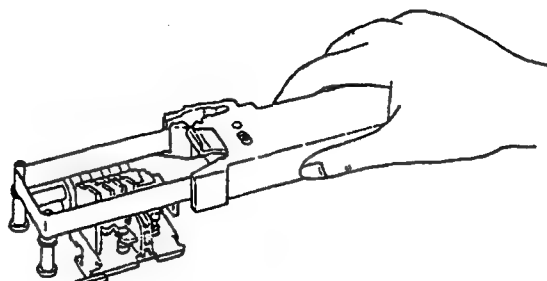

図6.5
- (5) リボンを2本のガイドピンに引掛けた状態で、プリンタキャリッジを越え、約20mm位リボンカセットを右側に移動させます (図6.5)。